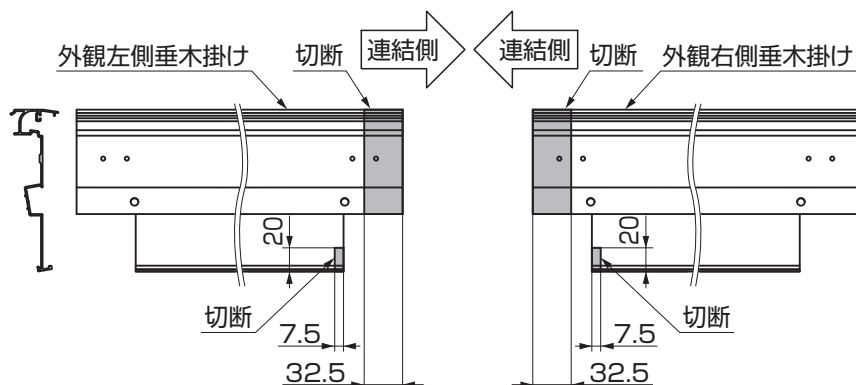

図4-1 垂木掛けの加工
①連結する側の垂木掛け端部を、図4-1を参照して加工してください。